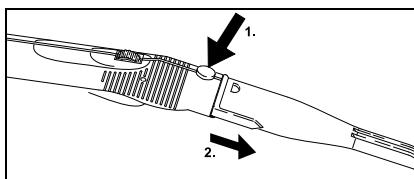

Fig. 9
- Para separar os acessórios, premir a tecla de desbloqueio (C2 resp. G2) e se-parar as peças (veja fig. 9).